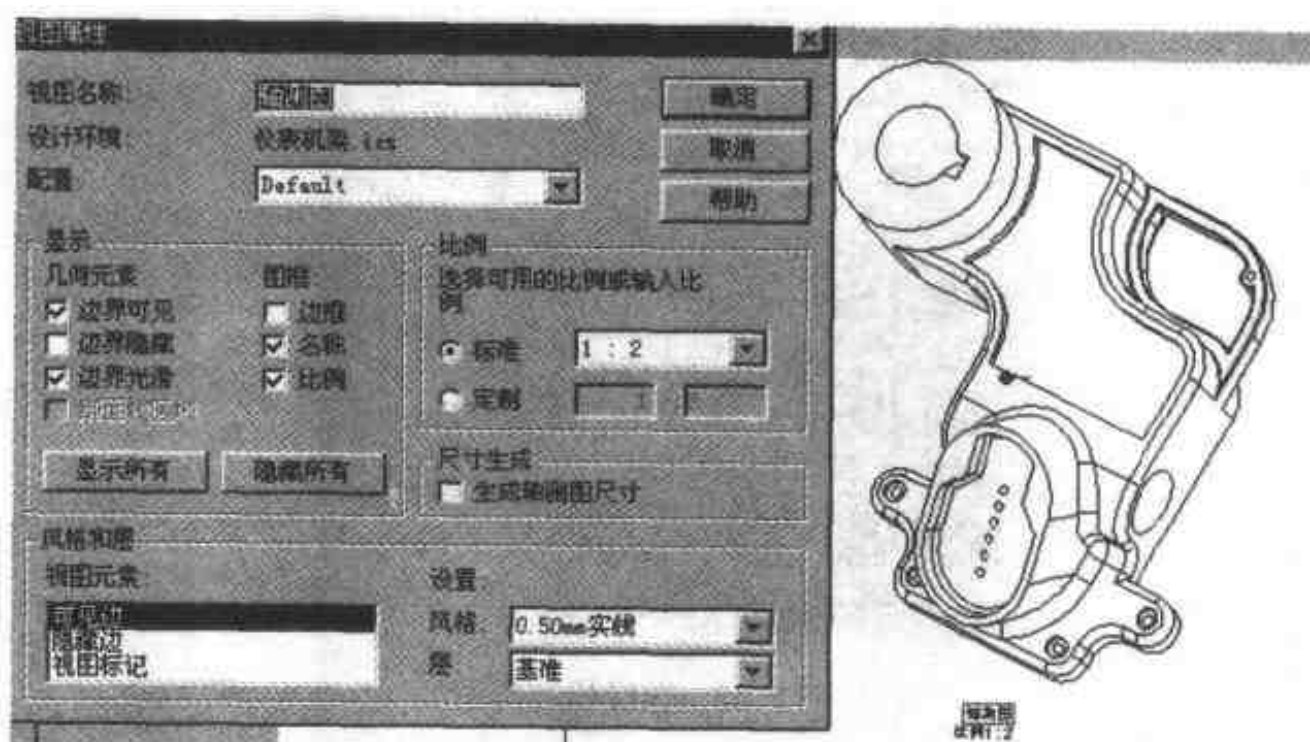

图 2.60 修改视图属性
- (1) 右击 T.F.R(俯.前.右)视图, 选择【属性】命令, 打开【视图属性】对话框, 在【比例】选项组中选择【标准】单选按钮, 并选择 1:2 选项。同时将视图名称改为“轴测图”, 并选择【名称】和【比例】复选框。单击【确定】按钮。名称和比例现在应出现在轴测视图下面, 如图 2.60 所示。